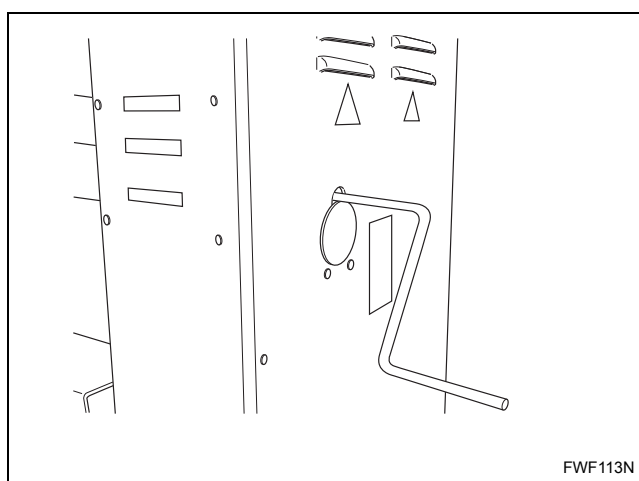

Figure 12
- c. Faire tourner le rouleau à l'aide de la manivelle. Se reporter à la *Figure 12*.